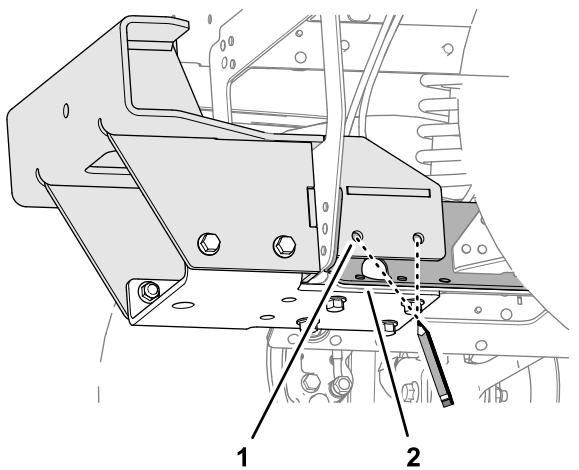
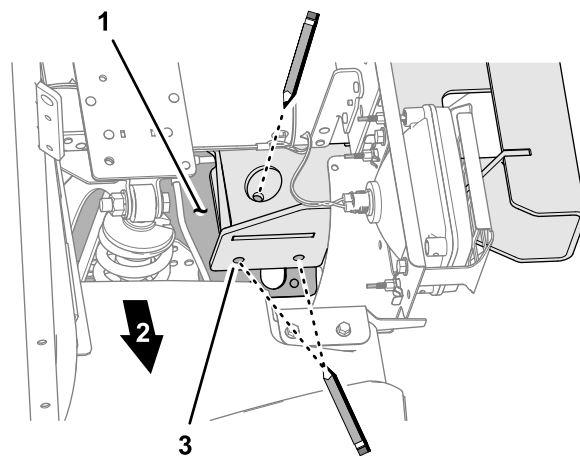
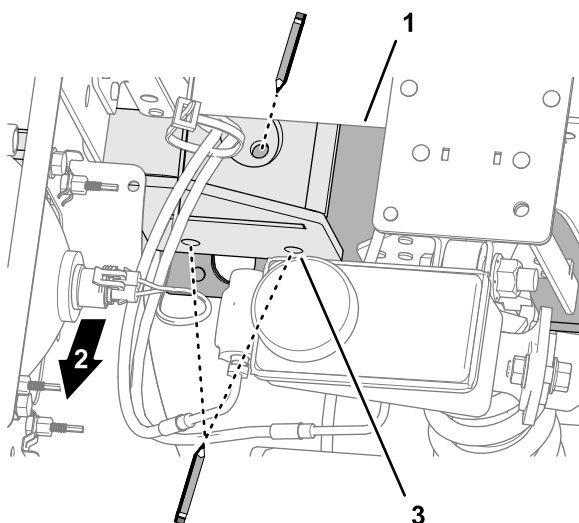

Bild 53
Bild 55
Bild 54
2. Markieren Sie die sechs Lochpositionen der unteren Halterung auf der mittleren Kanalplatte, wie in **Bild 53**, **Bild 54** und **Bild 55** abgebildet.